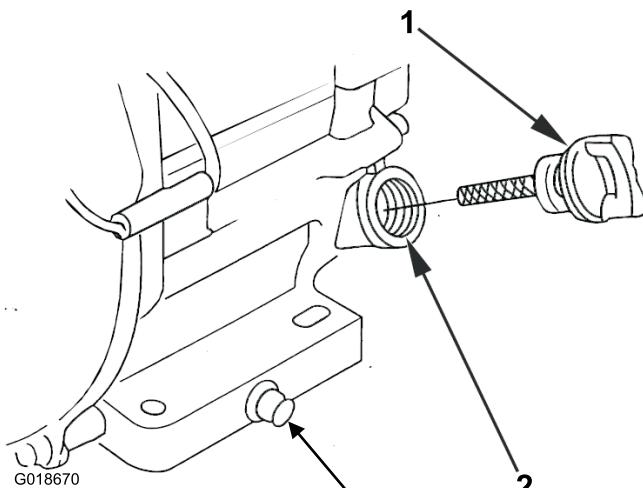

Figura 25
- Retire la varilla de aceite y límpielala (Figura 25).